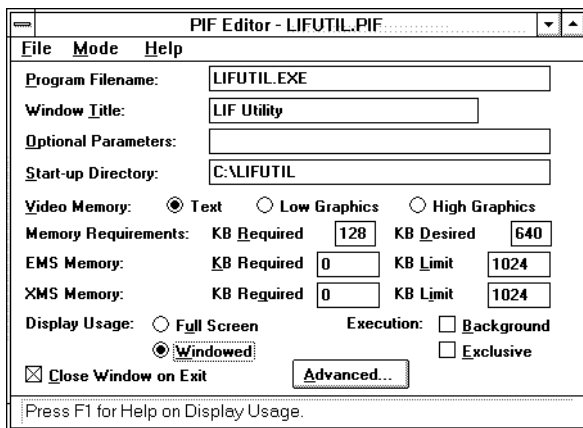

图 23 为 LIF 应用程序设置程序信息文件
- 2 在 PC 上安装 LIF 应用程序，建立一个名为 LIF 的目录，从磁盘上将 lifutil.exe 文件拷贝到这个目录下。可以很方便地在化学工作站组框中设置一个 LIF 程序，尽管它是一个非窗口应用程序。要做到这一点，您需要为 LIF 应用程序建立一个名为 PIF 的文件。PIF 代表程序信息文件。从 Windows 程序管理主群中启动 PIF- 编辑器并按图 23 填写内容。